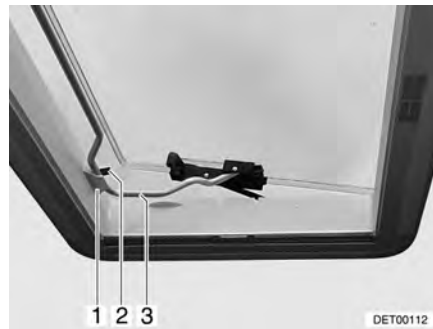

Fig. 65 Claraboya Heki en posición de ventilación 2
- Situar la horquilla (Fig. 65,3) en la sujeción (Fig. 65,1).
- Colocar la palanca (Fig. 65,2) sobre la horquilla.